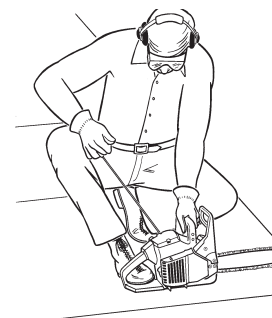

Fig. 7
7. Poser la tronçonneuse sur une surface plane et solide. Tenir la tronçonneuse fermement comme indiqué sur l'illustration (Fig. 7).